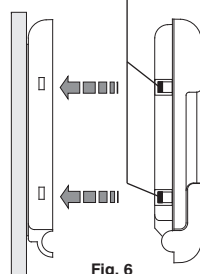

Fig. 6
- Applicare il corpo del cronotermostato alla base come indicato in fig. 6.